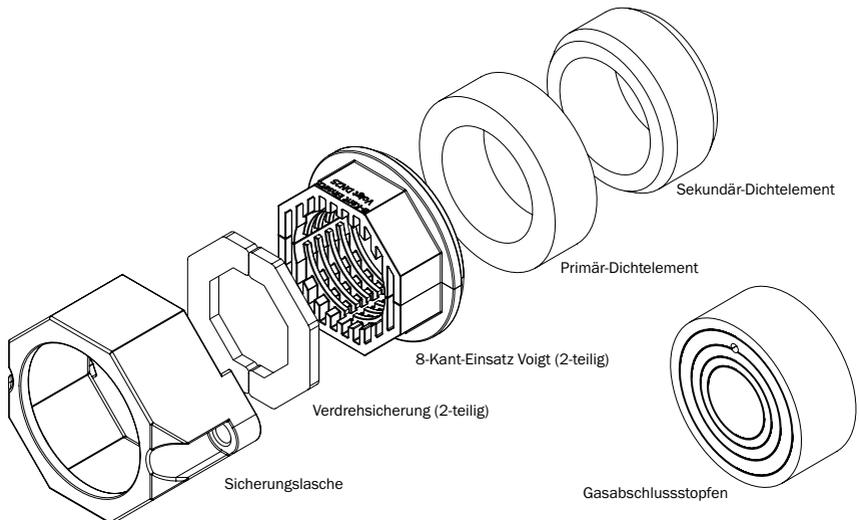

Abbildung 2.1: Montageset Verdreh- und Ausreißsicherung für Voigt Gashauseinführung DN 25
2. Produktbeschreibung (s. Abbildung 2.1)